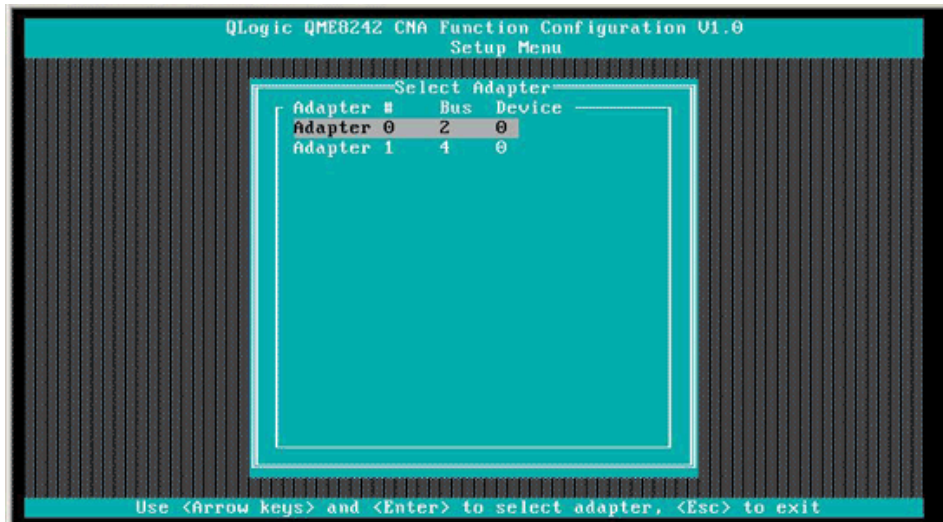

Abbildung 4-9. Auswählen des Adapters im Setup-Menü
- Wählen Sie den zu verwaltenden Adapter im QLogic-Bildschirm für die CNA-Funktionskonfiguration aus (siehe Abbildung 4-9).